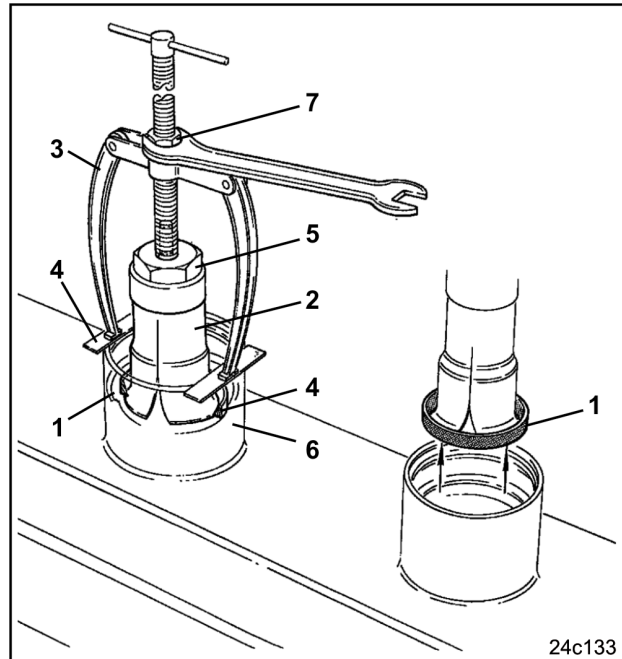

Fig. 158
- ein Innenauszieher (Fig. 158/2) mit Gegenstütze (Fig. 158/3)
- zwei Flacheisen (Fig. 158/4)
Lageraußenring (Fig. 158/1) demontieren:
- Innenauszieher (Fig. 158/2) in die Bohrung einführen
- durch Anziehen der Spannmutter (Fig. 158/5) werden die Ausziehbacken auseinander gespreizt und die scharfen Ansätze (Fig. 158/Pfeil) pressen sich hinter die abgerundete Kante des Lageraußenringes
- zwei Flacheisen (Fig. 158/4) auf das Lagerrohr (Fig. 158/6) auflegen
- Gegenstütze (Fig. 158/3) auf den Flacheisen (Fig. 158/4) abstützen
- Griff festhalten und Skt.-Mutter (Fig. 158/7) anziehen. Dadurch wird der Lageraußenring (Fig. 158/1) herausgezogen. Sobald sich der Lageraußenring etwas gelöst hat, Spannmutter (Fig. 158/5) nachziehen.